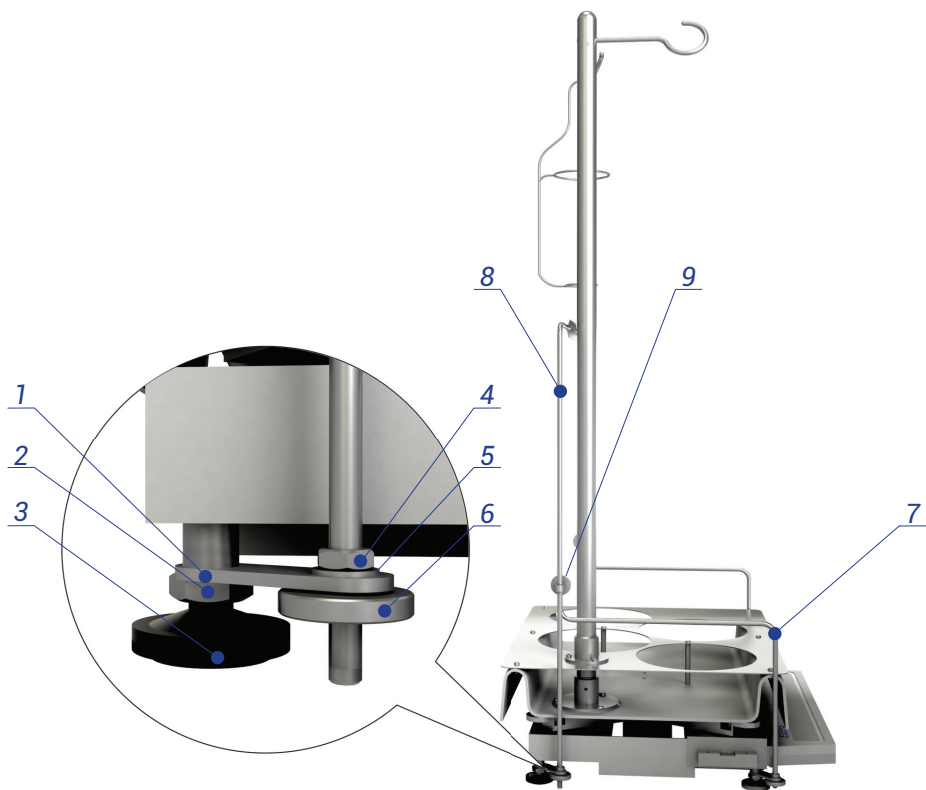

Рисунок 5. Блок контроля. Регулировка штатива для закрепления трубок.
1. На штатив для трубок (8) наденьте зажим штатива (9). Плоской частью наверх, отверстием вниз (в это отверстие вдевается штанга штатива). Закрепите зажим его гайкой примерно на середине штатива. На резьбовую часть штатива для трубок накрутите гайку (поз. 4. рис. 5).
2. Штатив для трубок проденьте в отверстия на плоских планках (поз. 1. рис. 5), закрепленных на осях ножек блока
контроля. (Между планкой и гайкой нужно установить шайбу). Закрепите штатив гайками с оребрением (поз. 6. рис.5), закрутив их пальцами с обеих сторон.